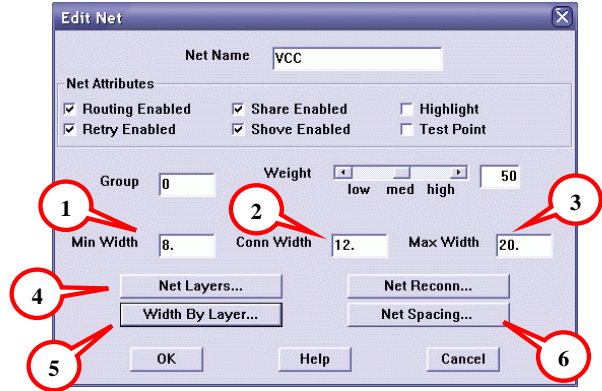
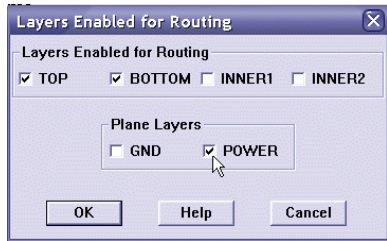
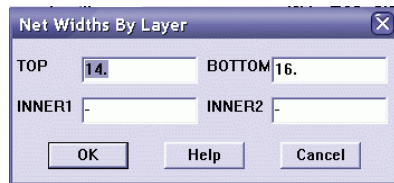

рис. 3-101
рис. 3-102
рис. 3-104
Найдите цепь Vcc и, дважды щёлкнув по ней, откройте её свойства (рис. 3-101).
Мы можем определить слои платы, в которых разрешена маршрутизация конкретной цепи. Нажмите кнопку Ⓞ (рис. 3-101), которая называется Net Layers... Откроется окно (рис. 3-102), в котором будут перечислены слои нашей PCB.
Установите флажки, как показано на рис. 3-102, разрешив, таким образом, прокладку дорожек цепи Vcc в слоях TOP и BOTTOM, и определив этой цепи Plane Layer POWER целиком.
Во-первых, указываем глобальные параметры – минимальное допустимое значение (рис. 3-101 ①), значение по умолчанию (②) и максимальное значение (③).
Во-вторых, нажимаем кнопку **Width By Layer...** (рис. 3-101 ⑤) и задаём номинальное значение в каждом конкретном слое (рис. 3-104).
Ещё одна настройка – расстояние между дорожкой указанной цепи и дорожками остальных цепей (рис. 3-101 ⑥) на каждом слое.